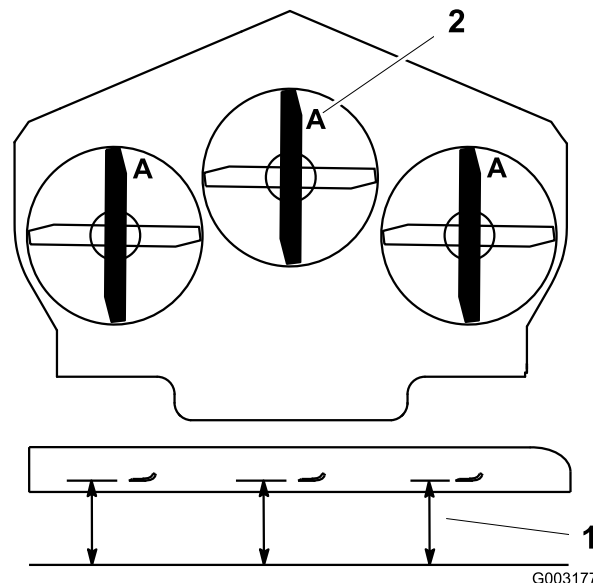

Figura 82
3. Girate le lame fino a disporle in parallelo con la lunghezza della macchina (Figura 82). Misurate da un piano orizzontale fino al tagliente delle lame, posizione A, (Figura 82). Prendete nota di questa misura.